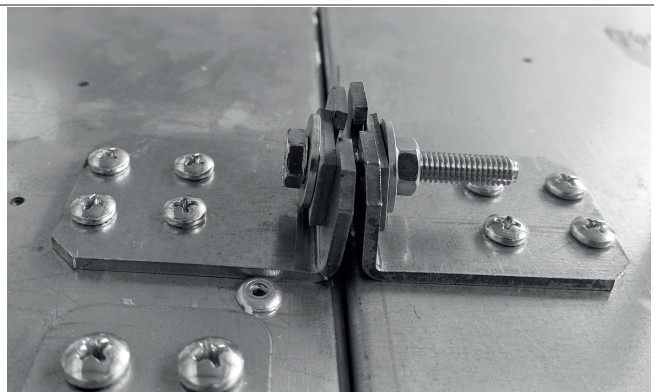

Abb. 51
- Nachdem das Endmöbel befestigt wurde, die seitlichen Halterungen am linearen Kühlmöbel mit den selbstschneidenden Schrauben befestigen, in Übereinstimmung mit denen des Endmöbels ("Abb. 50") die Längeneinstellung des Kühlmöbels vornehmen und die beiden Halterungen mit der mitgelieferten Schraube, Mutter und Unterlegscheibe befestigen ("Abb. 51", "S. 32").